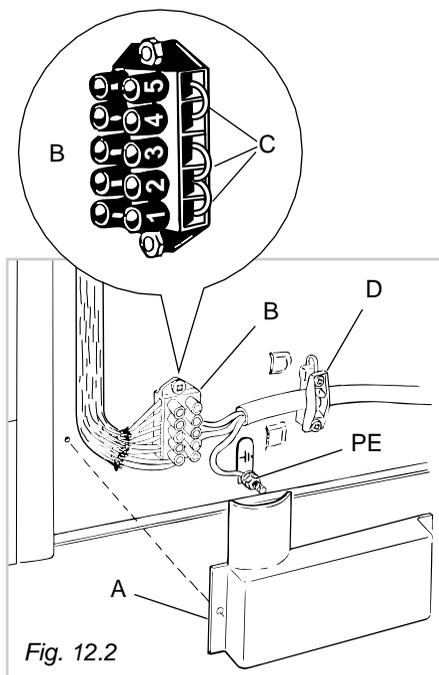

Fig. 12.2
- Per la cucina **8C4MF7** posizionare i cavallotti **"C"** sulla morsetteria **"B"** (Fig. 12.2) secondo lo schema di fig. 12.4.